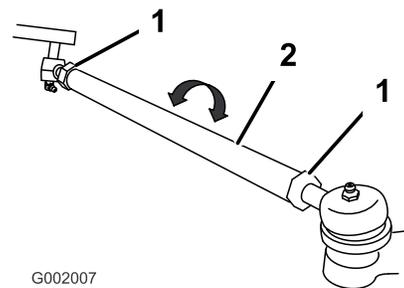

Рисунок 49
- Если измеренное значение не находится в пределах заданного диапазона, ослабьте контргайки с обоих концов тяг (Рисунок 49).